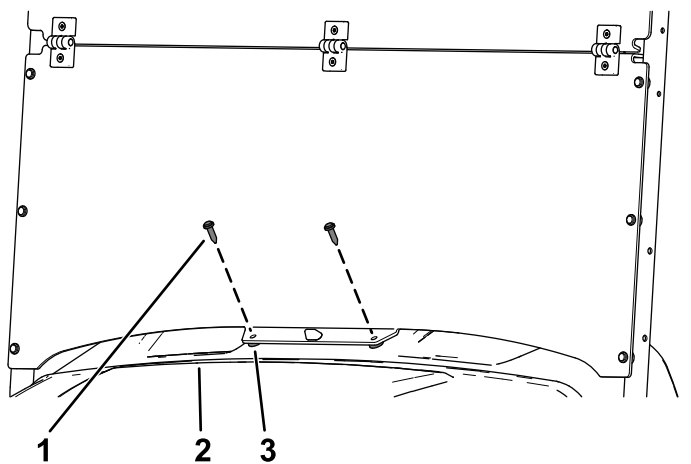

図 10
6. ウインドシールドの下部をダッシュに固定するプラスチック製スペーサ2個と長いプラスチック製リベット2本を使用する図10。